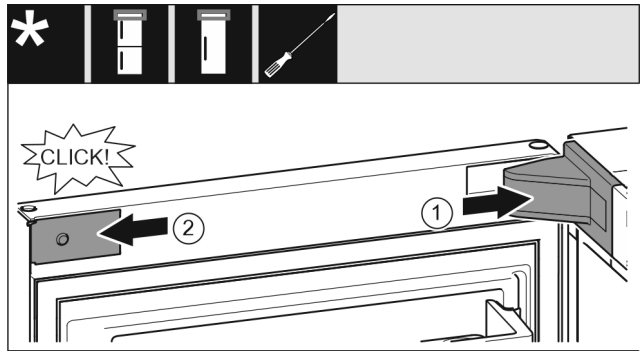

Fig. 21
- ▶ Stavite pokrov podloška ležaja i pustite ga da uskoči, po potrebi ga oprezno razdvojite. Fig. 21 (1)
- ▶ Postavite masku bočno i pustite da uskoči. Fig. 21 (2)